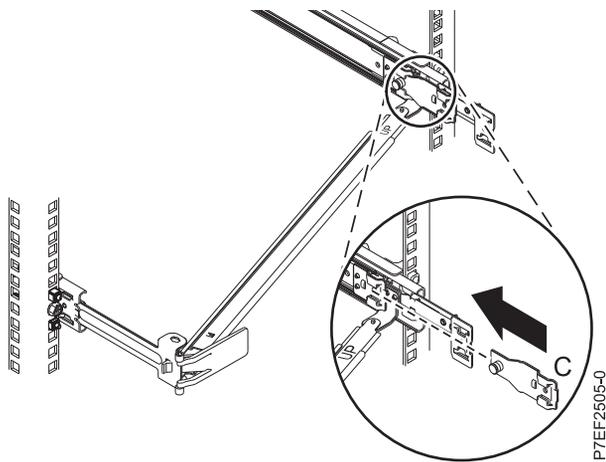

Figure 13. Installation du support de fixation dans la glissière
6. Fixez le support d'arrêt de routage des câbles (B) à l'emplacement situé à l'intérieur de la glissière de gauche, en le faisant glisser (B) dans la glissière jusqu'à ce que le taquet à ressort se mette en place. Pour plus de détails, voir figure 13, à la page 11.